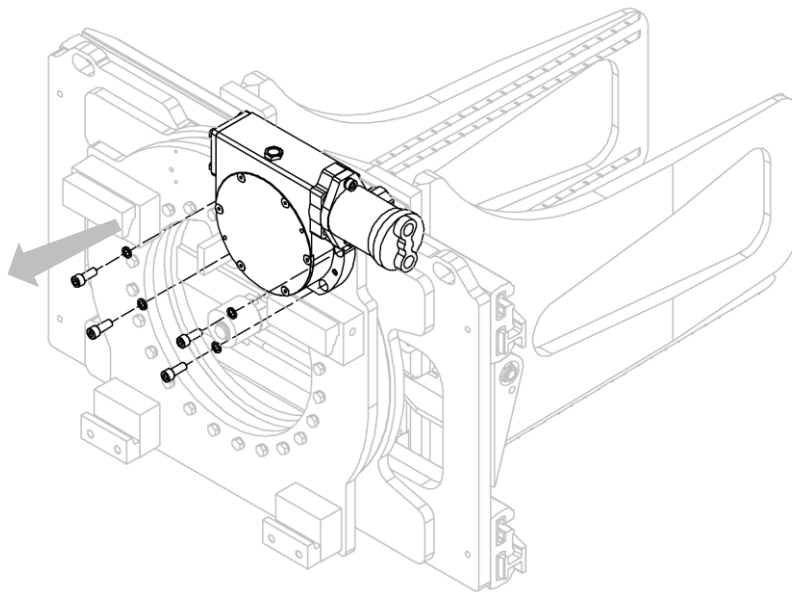

Figure 34
3. Retirer le groupe réducteur-moteur de la structure de l'équipement après avoir dévissé les vis correspondantes (voir *Figure 34*).